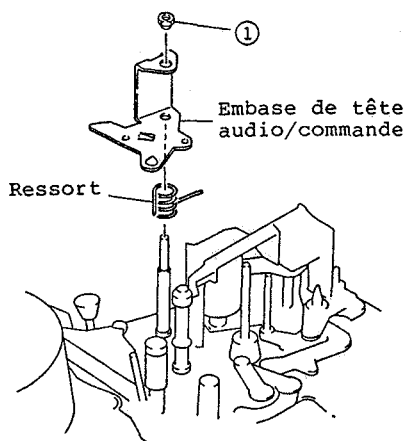

Fig. 2-76
1. Retirer un (1) écrou de fixation, immobilisant l'embase de tête audio/commande. (Se reporter à la figure 2-76)